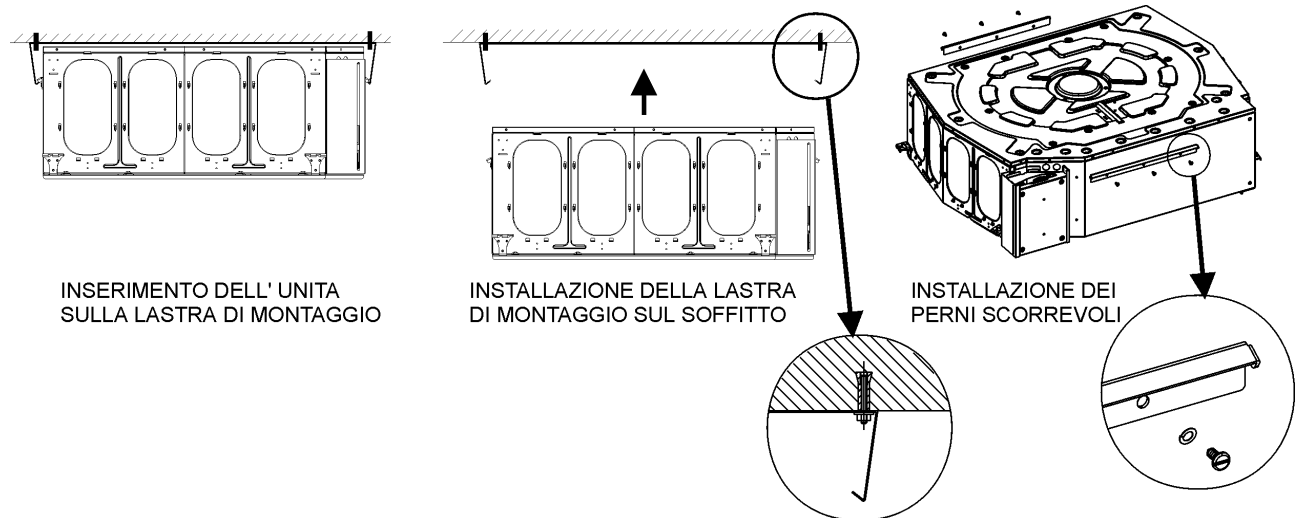

Fig. 6. Appendere l'unita interna su una lastra di montaggio
- B. Montare due perni scorrevoli sull'unita con 3 viti ognuno (vedi Fig. 6).
- F. Alzare l'unita e inserirla sulla lastra di montaggio (vedi Fig. 6).